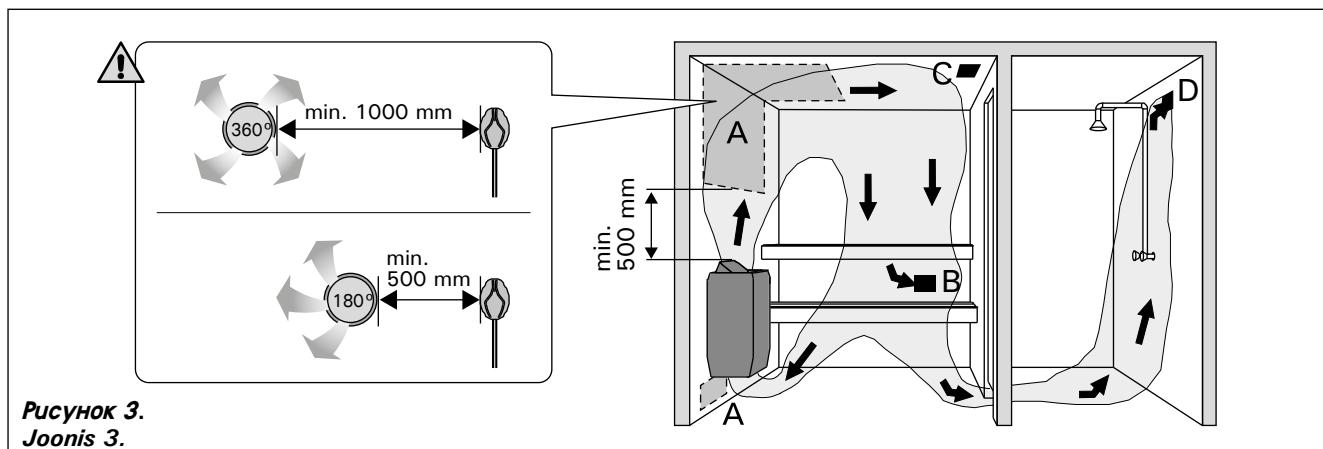

Рисунок 3.
Воздух в сауне должен заменяться шесть раз в час. На рис. 3 показаны варианты вентиляции сауны.
**!** Не размещайте вентиляционную отдушину сауны возле датчика температуры. Поток воздуха вблизи датчика охлаждает датчик и приводит к неточности показаний устройства управления. В результате возможен перегрев каменки. Минимальное расстояние от температурного датчика до вентиляционной отдушине (рис. 3):